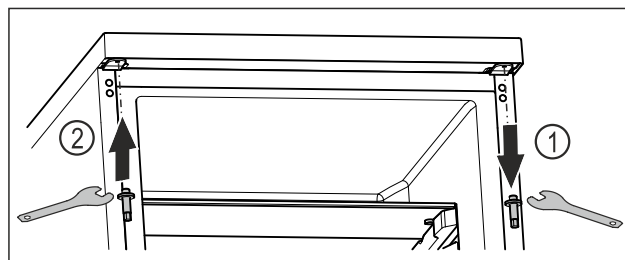

Fig. 22
- Keerake ülemine polt väliskuuskantvõtmega välja. Fig. 22 (1)
- Keerake polt vastasküljel väliskuuskantvõtmega kinni. Fig. 22 (2)